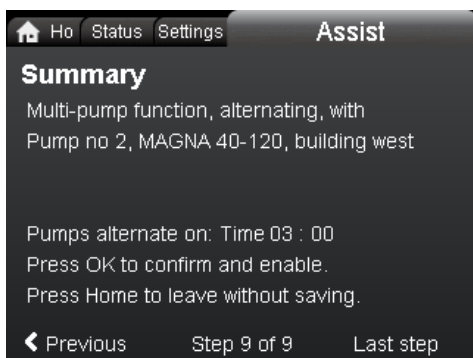

Рис. 49 "Summary"
11. На дисплее отображаются сводные данные по выбранным настройкам. Убедитесь в правильности всех настроек. Подтвердите и активируйте заданные настройки нажатием кнопки [OK]. См. рис. 49.